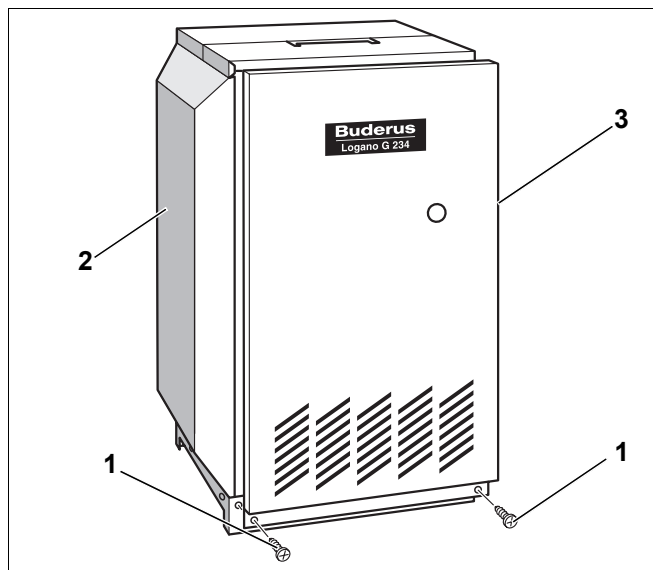

Рис. 8 Демонтаж передней стенки котла
- Вывернуть фиксирующие винты (рис. 8, поз. 1) передней стенки (рис. 8, поз. 3).
- Снять переднюю стенку котла (рис. 8, поз. 3). Для этого ее нужно немного приподнять и снять, подав на себя.